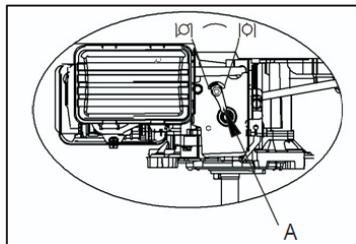

Fig. 2B
b) Zet de gashendel in de chokestand . (Fig 2B)